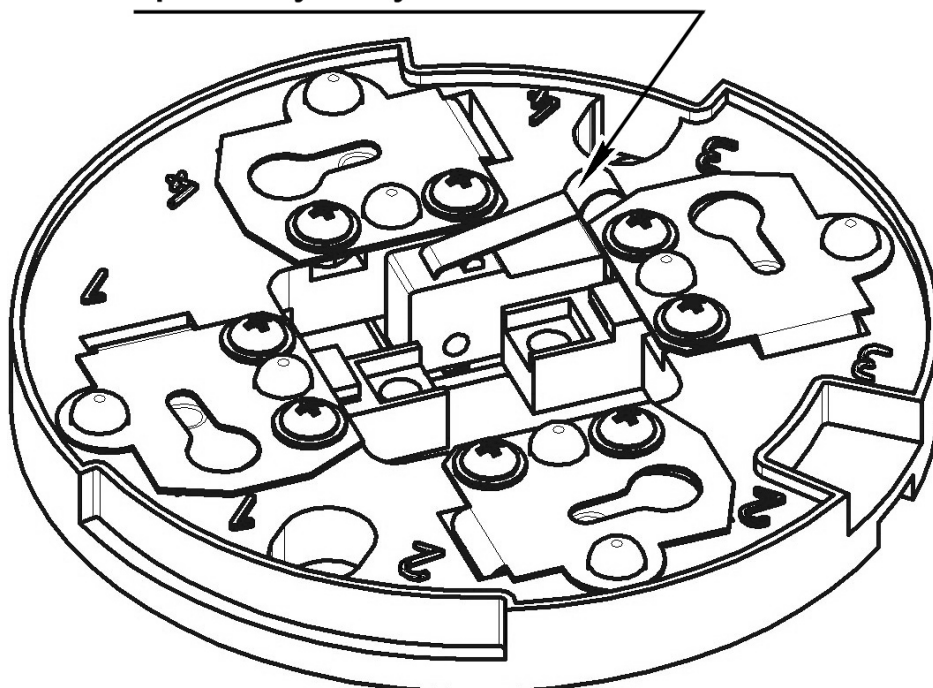

Рис. 3. Розетка извещателя.
- подключить шлейф сигнализации к соответствующим контактам розетки, соблюдая направление ШС согласно схеме рис. 3.